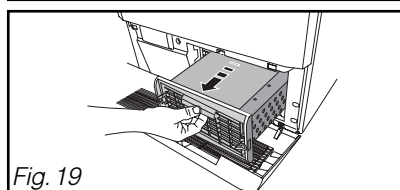

Fig. 19
- Retírelo delicadamente (Fig. 19).